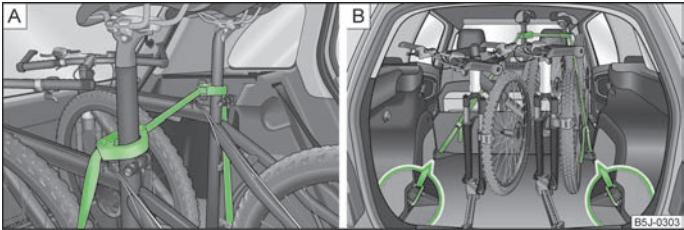

Abb. 57 Fahrräder absichern
- Die Schelle mit dem Gummiteil nach vorn (in Fahrtrichtung) möglichst weit unten an die Sattelstütze setzen und diese schließen » Abb. 57 - .
- Beim Transport von zwei Fahrrädern den Gurt » Abb. 57 -  zwischen den Sätteln spannen, indem die Fahrräder auseinander geschoben werden.
- Die Karabiner an den Gurtenden in die Verzurrösen hinter den Rücksitzen einrasten » Abb. 57 - .